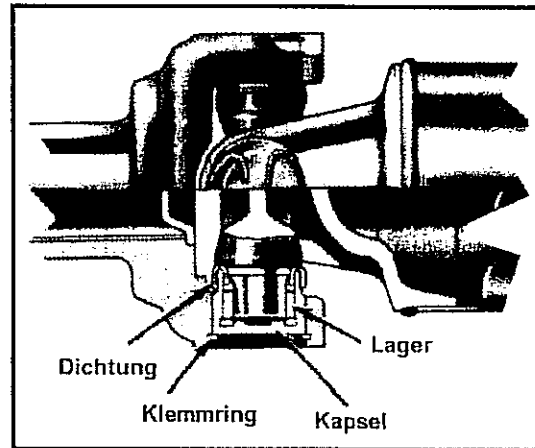

Abb. 8-3 Bauart einer Kardanwelle am Kardangelenk
- Zum Entfernen des Kardangelenks die Klemmringe entfernen. Siehe Abb. 8-3.